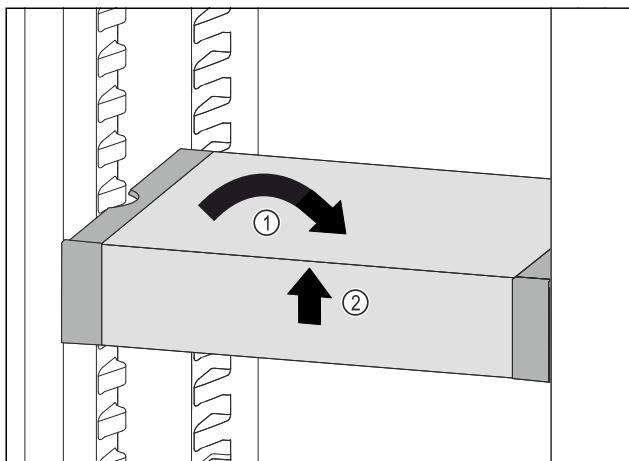

Fig. 137
- ▶ Установите VarioSafe прямо. Fig. 137 (1)
- ▶ Приподнимите VarioSafe спереди. Fig. 137 (2)